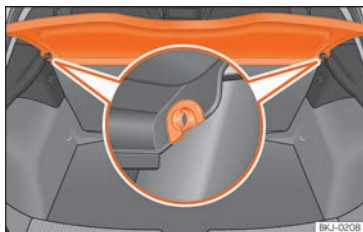

Fig. 113 Dans le coffre à bagages : dépose et repose de la plage arrière.
- Dégagez la plage arrière des supports latéraux » » fig. 113 en la tirant vers le haut puis en la détachant.
- Introduisez la plage arrière horizontalement en faisant coïncider la « forme en U » sur l'axe des supports » » fig. 113, et appuyez vers le bas jusqu'à ce qu'elle s'encastre.